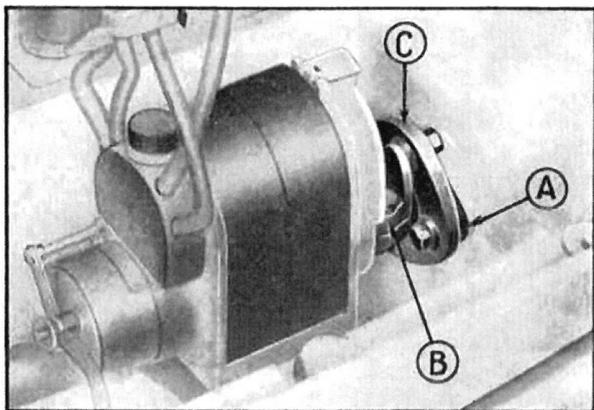

Fig. 316. — Commande de la magnéto.
- 3—Desserrer la vis du toc d'entraînement de la magnéto ; dévisser et retirer les 2 vis inférieures de fixation ; dégager et enlever la magnéto en la faisant glisser sur son socle (*fig. 316*).